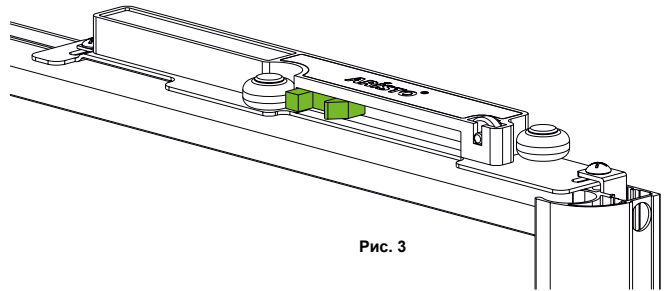

Рис. 3
- 3 Устанавливаем дверь в шкаф (рис.3). Доводчик при этом взводить не надо.